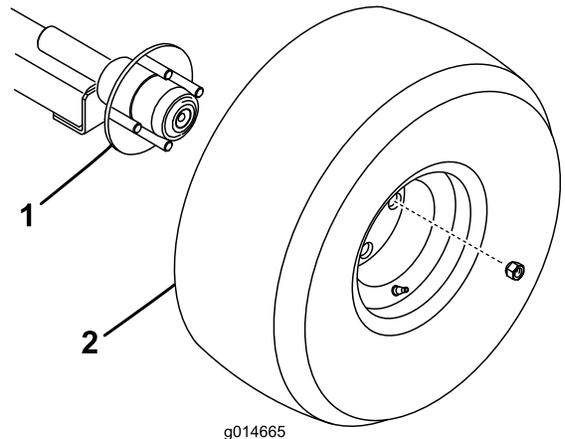

Bild 5
1. Montieren Sie ein Rad mit vier Radmuttern an jeder Achsennabe (Bild 5). Ziehen Sie die Mutter bis auf ein Drehmoment von 108 Nm an.